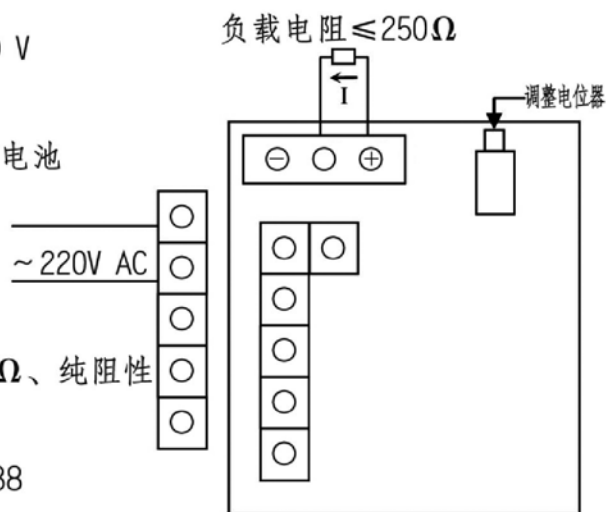

图2
12. 接线图：220V·AC 供电带4~20mA电流输出接线见图2；
液晶屏下排8位显示累积流量。仪表刚开始使用时，小数点位置在第五位（从左边起始），随着累积流量增加，仪表自动右移小数点位置。当累积到99999999时，自动清零累积流量值。用户在使用过程中，若需清零累积流量，请参照接线图2示意，同时按下“ENTER”和“DOT”键；或者同时按下面板上的“增”和“减”键数秒。